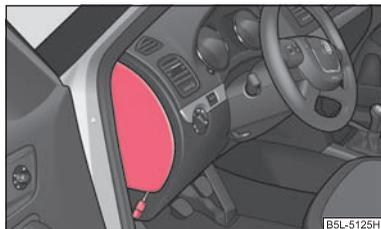

Fig. 189 Coperchio fusibili: Fianco sinistro della plancia
- Inserire una chiave nell'apertura sul lato inferiore della plancia ⇒ fig. 189 e togliere la copertura laterale o la copertura nel vano motore ⇒ pag. 226.